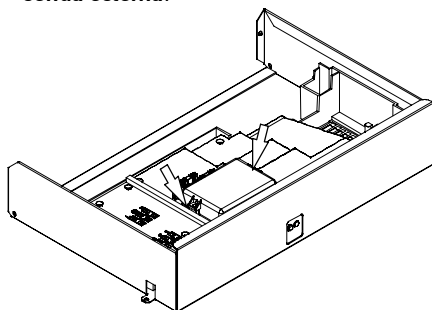

fig. 5.20
- Togliere le due viti indicate in fig. 5.20 e aprire il coperchio della morsettiera collegamento sonda esterna.